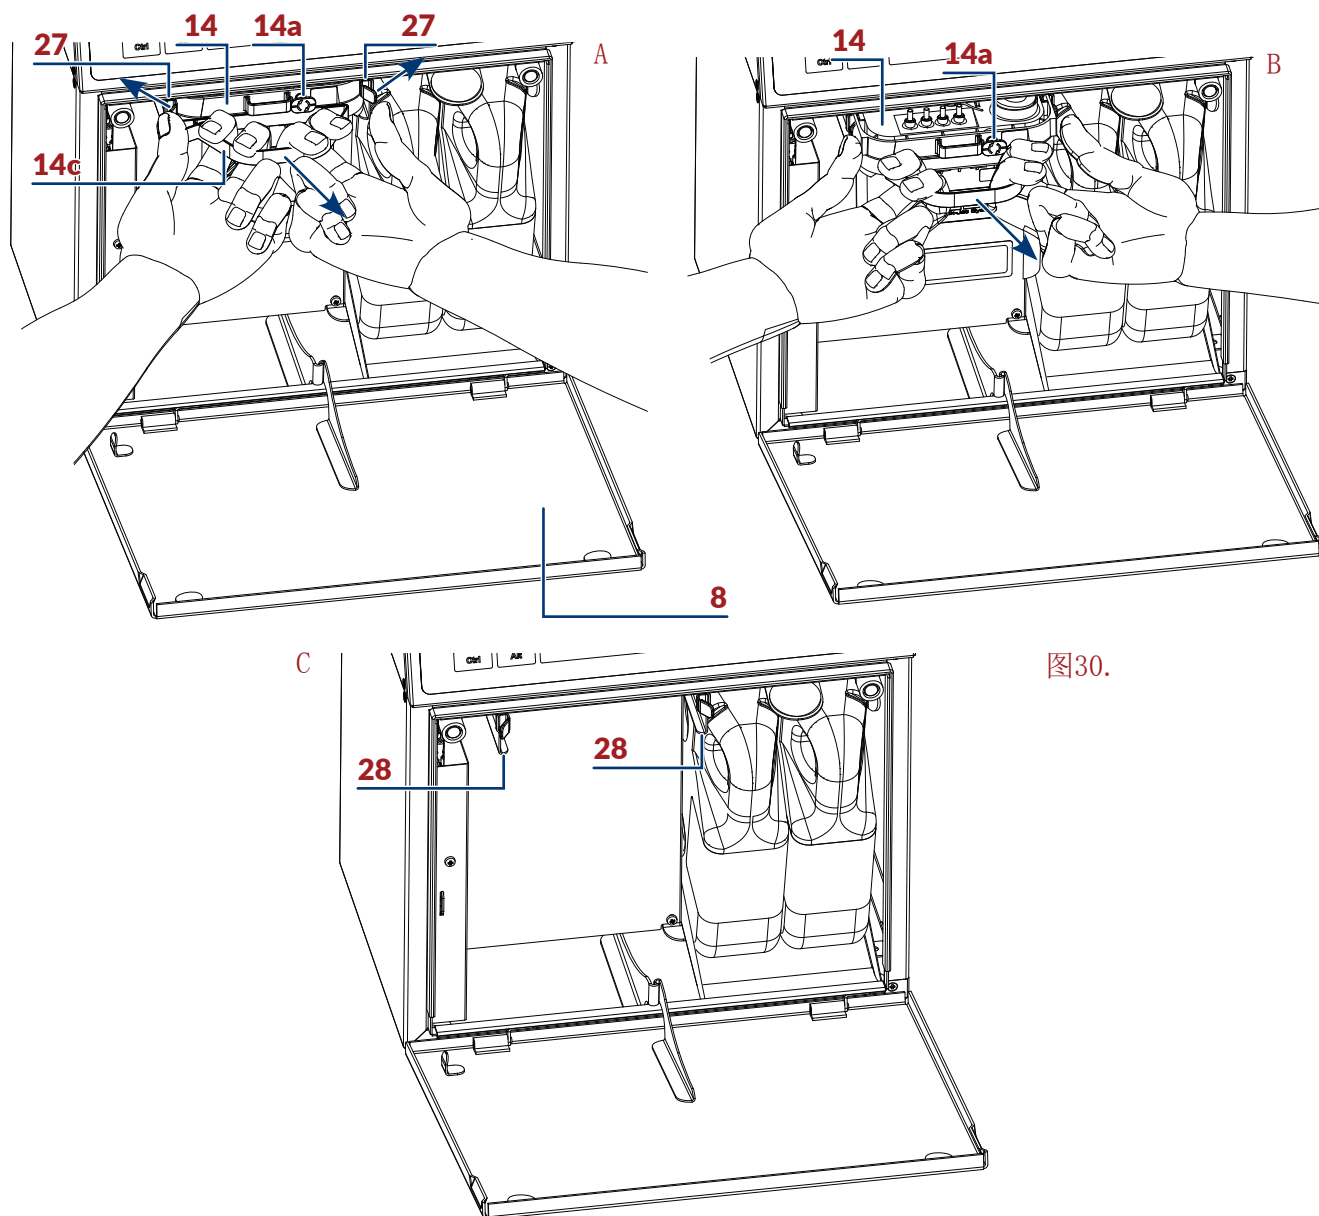

图30.
10. 侧面掰开 iModule®墨芯 (见 图30) 的卡具 **27**。